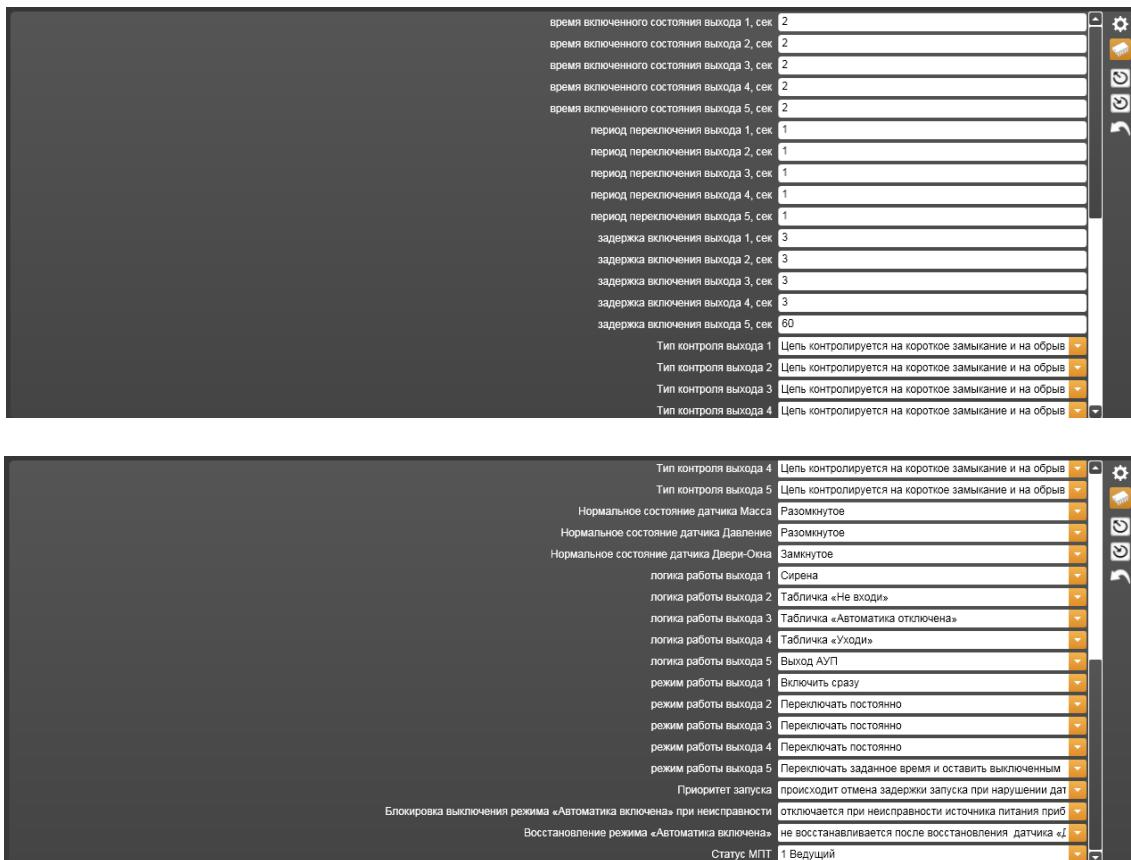

Рисунок 14.3.50 – Свойства Модуля пожаротушения МПТ-1
## 11) Модуль пожаротушения МПТ-1 (Рисунок 14.3.50).
- – **Параметры по умолчанию** – значок, при щелчке на котором происходит считывание параметров из памяти компьютера в таблицу параметров текущей закладки (Нижний рисунок 14.3.50).